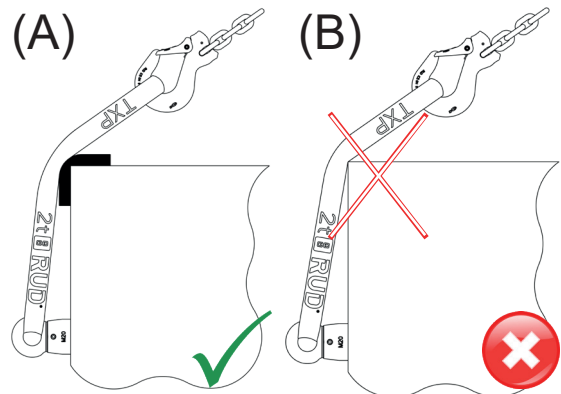

Abb. 4: A: Zulässige Anwendung mit Kantenschutz
-  TXP-Rundschlingen dürfen nicht an scharfe Kanten angelegt, über diese gleiten und/oder über diese gezogen werden (Abb. 4). Die TXP-Rundschlinge kann beschädigt oder durchtrennt werden (vgl. Abschnitt 4).